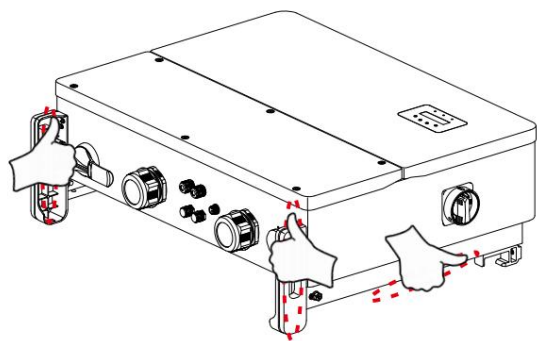

Figura 3.4 Alças do inversor
2. São necessárias duas pessoas para remover o inversor da caixa de transporte. Use as alças integradas no dissipador de calor para remover o inversor da caixa (consulte a Figura 3.4).